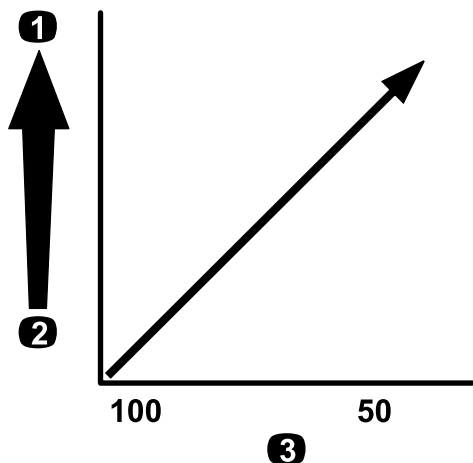

図 27
**重要** 粘度の高いドロドロした薬剤や、ウェットブル水和剤を散布する場合には、オプションの目の粗いノズルフィルタが必要になる場合があります 図 27を参照。